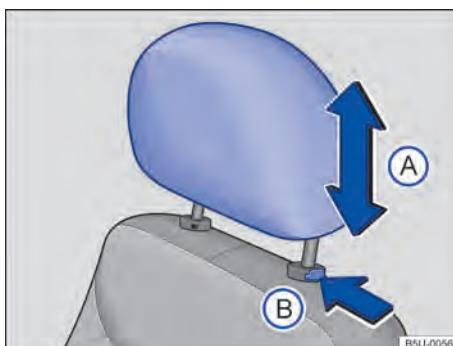

Fig. 59 Apoio para cabeça dianteiros: ajustar.
- Empurrar o apoio para cabeça para cima ou para baixo na direção da seta → Fig. 59 A →  em *Introdução ao tema* na página 69.